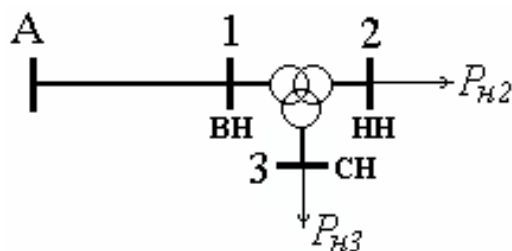

Рис. 50. Схема сети к задаче 26
**Задача 26.** Выполнить расчет параметров режима электрической сети, изображенной на рис. 50, методом последовательных приближений.